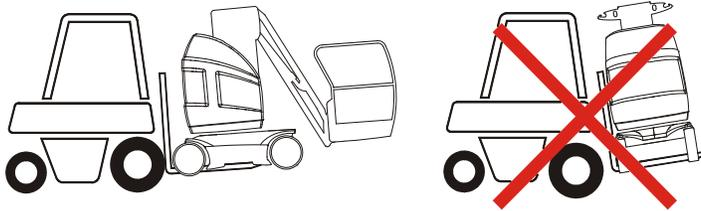

Figure 4-11. Utilisation d'un Chariot Elévateur
- Positionner les fourches comme indiqué Figure 4-11.